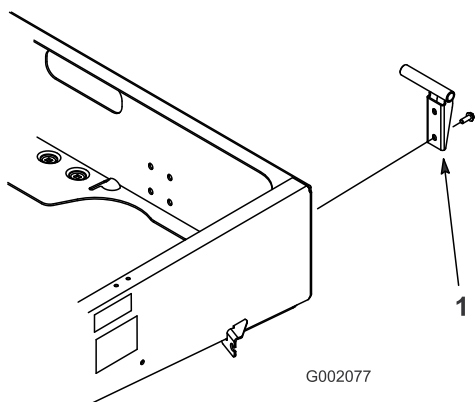

Figura 8
2. Monte o apoio de articulação esquerdo no canto posterior esquerdo do chassis com 2 parafusos de cabeça flangeada (3/8 x 1 polegada). Coloque o apoio como se mostra em Figura 8.